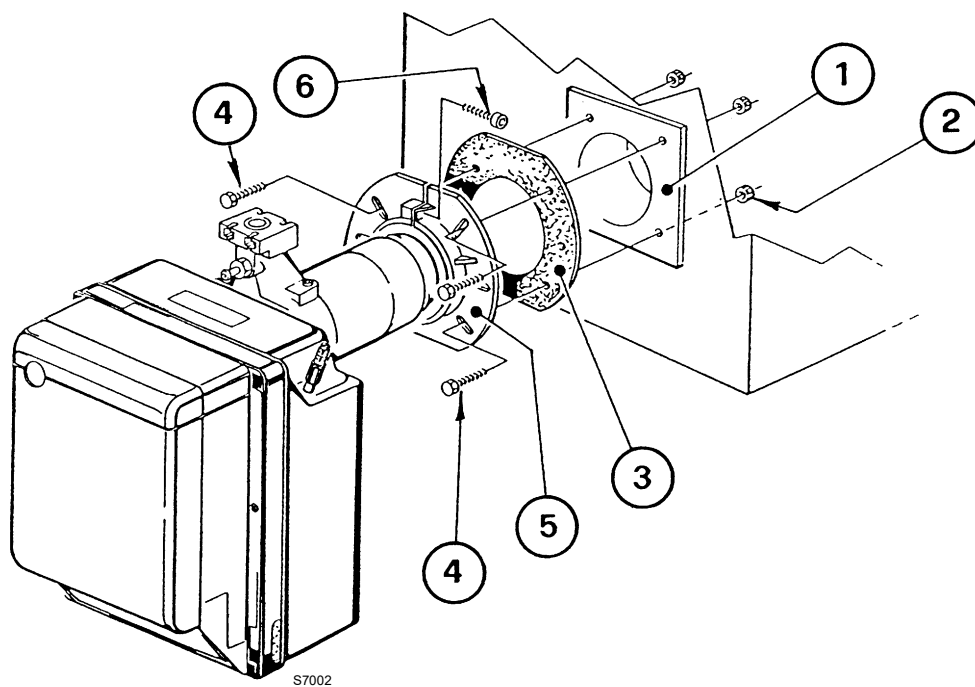

Fig. 12
- Fest på døren til kjelen 1)(Fig. 12) flensen 5) mellom disse den isolerende skjermen 3) ved hjelp av skruene 4) og (dersom det er nødvendig) mutterne 2), én av de to øvre skruene holdes løs 4).